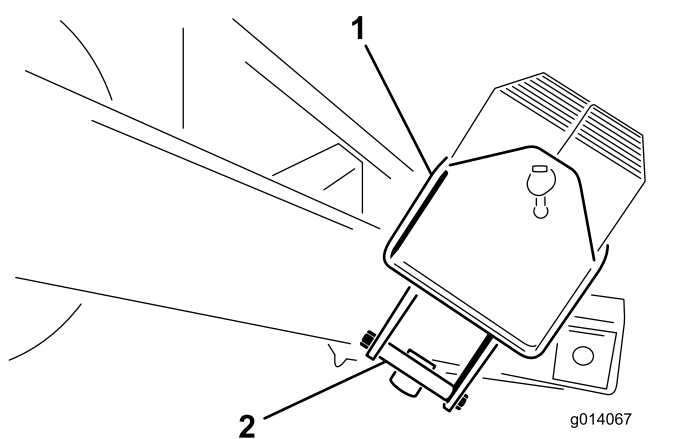

Figura 5
2. Retire os parafusos ($\frac{1}{2}$ pol. x $5\frac{1}{2}$ pol.) do suporte de montagem que segura a caixa de pesos. Descarte os suportes de montagem (Figura 5).